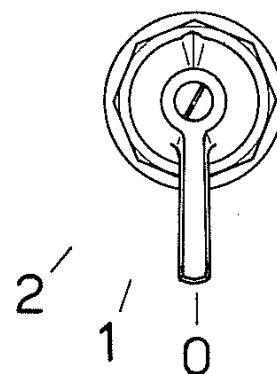

Fig. 34
- Inserire il termoavviatore ruotando la levetta del commutatore di avviamento fin contro l'arresto 1, (fig. 34); mantenere la levetta ben ferma in questa posizione per 10-15 secondi.